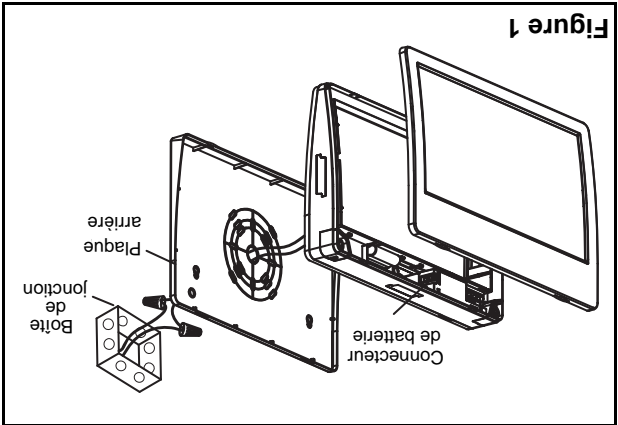

Figure 1
2. Prenez un tournevis à tête plate, insérez la lame dans les deux encoches et ouvrez le couvercle avant (voir figure 1).